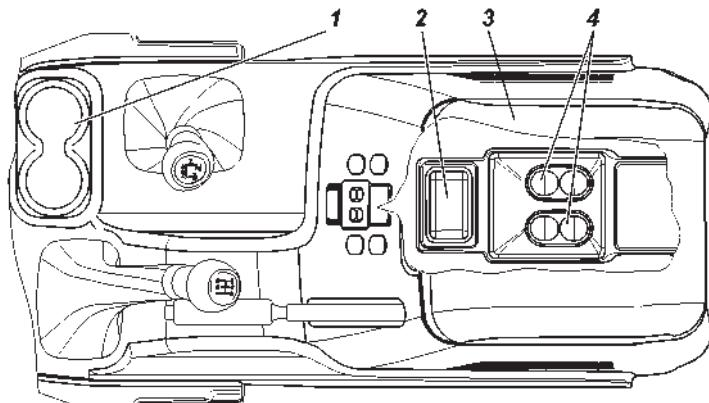
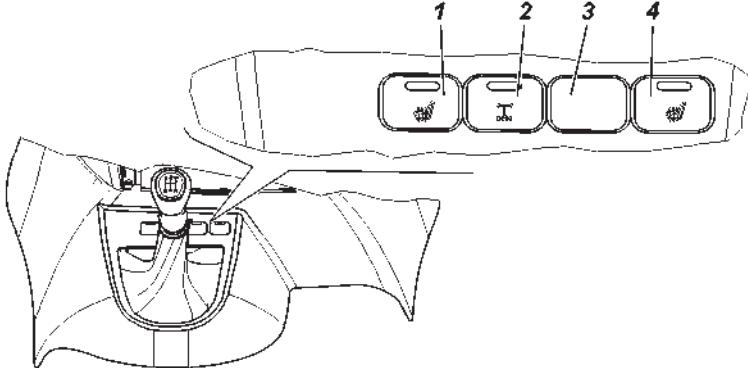

Рис. 3.21. Напольный контейнер с клавишами управления (наименование позиций см. в тексте)
Рис. 3.22. Облицовка силового основания с клавишами управления (наименование позиций см. в тексте)
Для включения блокировки нажмите и удерживайте кнопку 2 (рис.3.21) или 2 (рис. 3.22) до включения сигнализатора блокировки дифференциала заднего моста в комбинации приборов. На автомобилях УАЗ-236022 (с раздаточной коробкой) предварительно переведите РК в режим 4x4. После включения блокировки происходит автоматическое отключение АБС, в результате чего загорается сигнализатор  неисправности АБС (рис. 3.5), на ЖК-дисплее комбинации приборов выводятся текстовые сообщения «Антиблокировочная система отключена». Ручное выключение блокировки возможно в любой момент повторным нажатием и удерживанием кнопки 2 (рис. 3.21) или 2 (рис. 3.22) до выключения сигнализатора  блокировки дифференциала заднего моста. Кроме этого, выключение происходит автоматически при выключении зажигания, или при превышении скорости 30 км/ч. После выключения блокировки сигнализаторы  и  в комбинации приборов (рис. 3.5) гаснут.
**УАЗ-236323, УАЗ-236324 (рис. 3.21)**
УАЗ-236021 (рис. 3.22)**